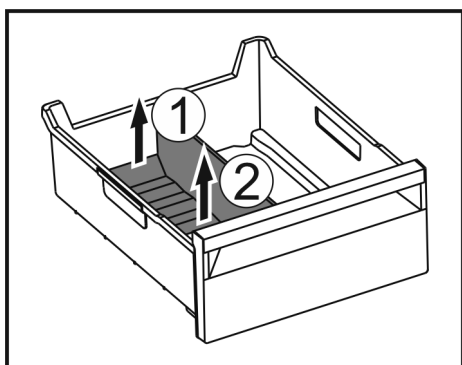

Fig. 54
- ▶ Ridicați partea posterioară a separatorului pentru compartimentul de gheață. Fig. 54 (1)
- ▶ Scoateți separatorul pentru compartimentul de gheață în sus. Fig. 54 (2)